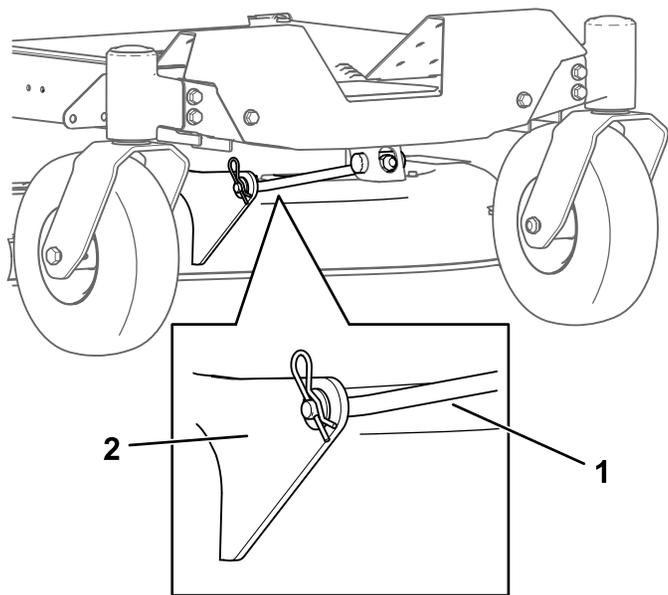

図 73
4. 前サポートロッドについているヘアピンコッターを抜き取り、デッキブラケットからロッドを取り外す 図 73。
8. 前部のサポートロッドをデッキに取り付け、クレビスピンとヘアピンコッターで固定する 図 73。